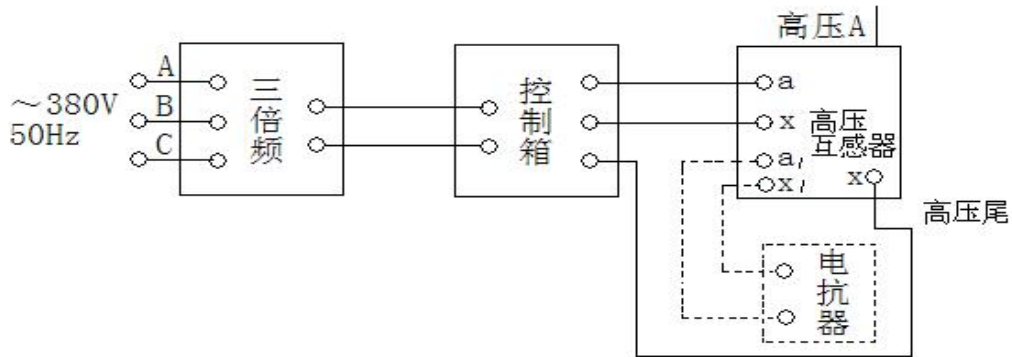

图 1
6. 此套试验设备带有多抽头的电抗器，当三倍频发生器带 JCCI 类型高压串级式电压互感器负载时，其电流由感性为容性，功率因素很低，因此，可在被试验的高压互感器某一绕组上接入可调的电抗器进行电流补偿来提高整个试验回路的功率因素，如图 1 虚线框所示。